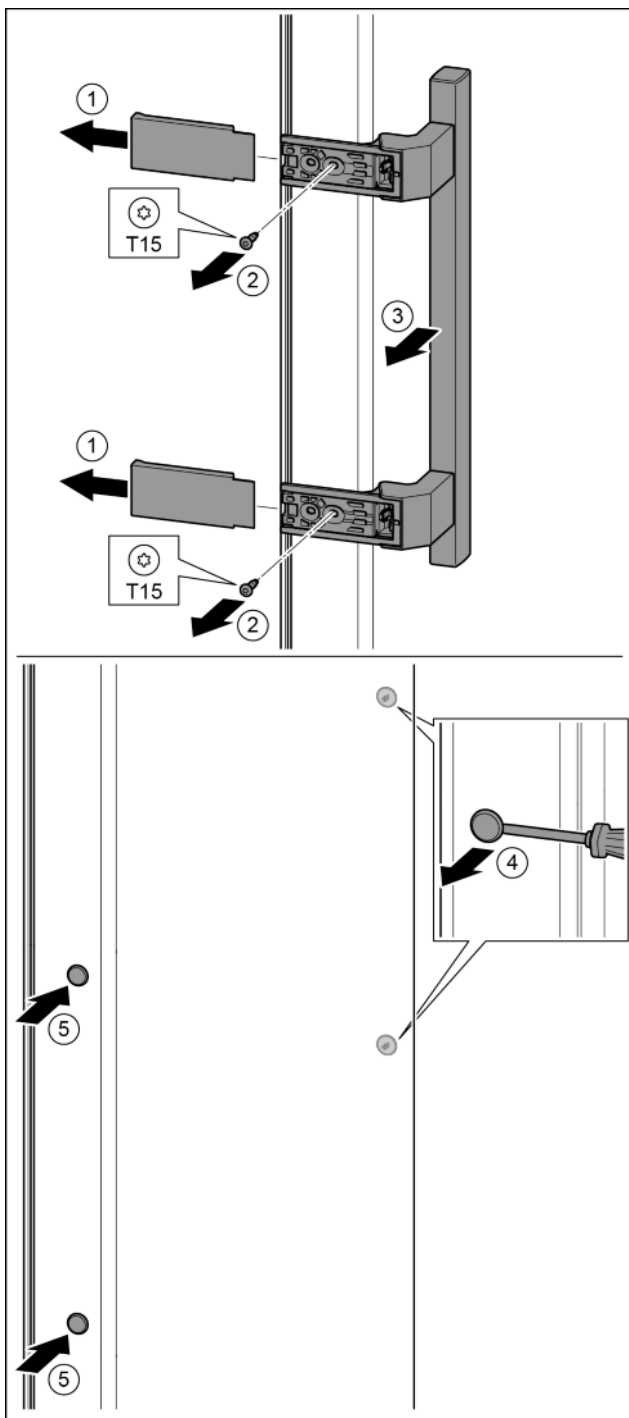

Fig. 21
- ▶ Zdjąć osłonę. Fig. 21 (1)
- ▶ Śruby wykręcić przy pomocy śrubokręta T15. Fig. 21 (2)
- ▶ Zdjąć uchwyt. Fig. 21 (3)
- ▶ Boczną zatyczkę ostrożnie podważyć przy pomocy śrubokręta i wyjąć. Fig. 21 (4)
- ▶ Zatyczkę założyć ponownie z drugiej strony. Fig. 21 (5)